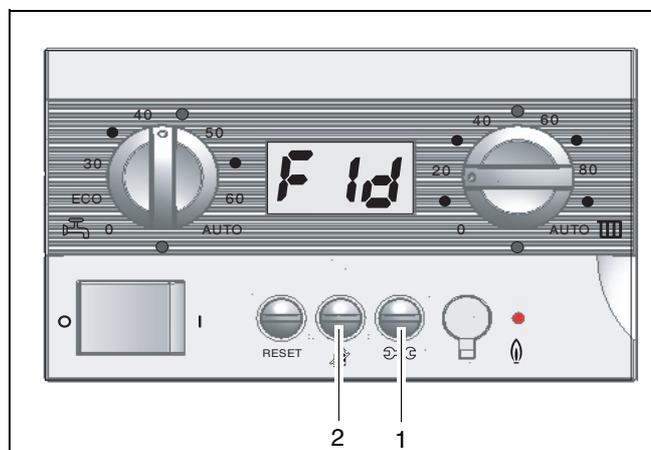

Abb. 23 Pumpennachlaufzeit auf 24 Stunden
- Einstellung durch Drücken der Taste "Statusanzeige" bestätigen (Abb. 23, Pos. 1).